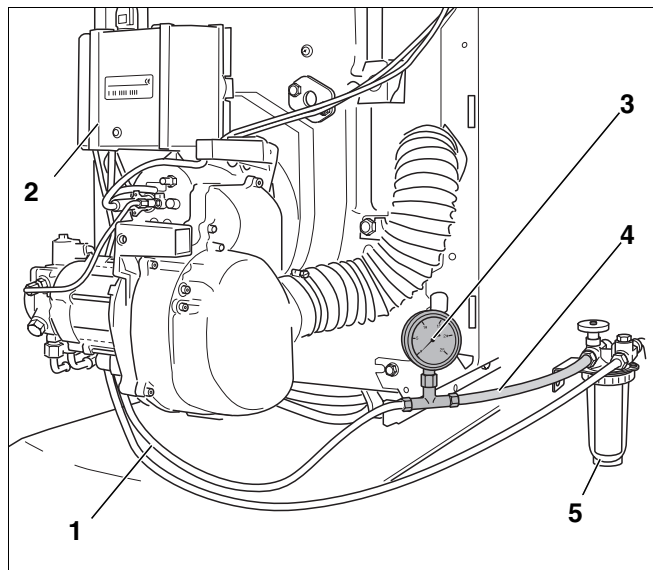

Рис. 14 Топливный фильтр, вакуумметр и прозрачный шланг
- Установить вакуумметр (рис. 14, **поз. 3**) с прозрачным шлангом (рис. 14, **поз. 4**; дополнительная комплектация), как показано на рисунке 14, между топливным фильтром (рис. 14, **поз. 5**) и всасывающим топливным трубопроводом (рис. 14, **поз. 1**).
- Контролируйте отсутствие пузырьков воздуха во всасываемом топливе, идущем по прозрачному шлангу (рис. 14, **поз. 4**, стр. 17).